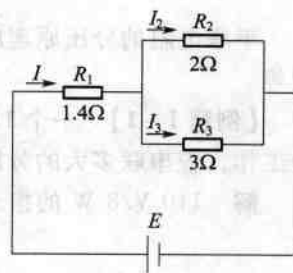

图 1-5 例题 1-2 图
**【例题 1-2】** 如图 1-5 所示,已知流过  $R_2$  的电流为 3 A,求流过  $R_3$  的电流为多少,电动势  $E$  为多少?